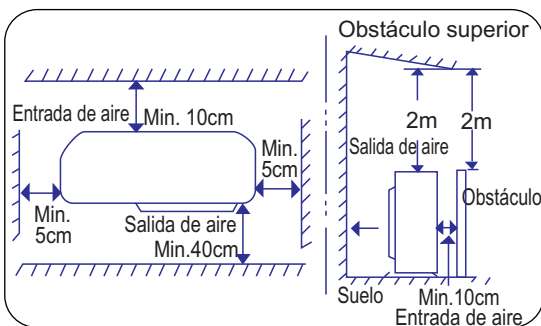

Imagen 7.1
- Contar con el espacio deseado para la entrada y salida del aire y para el mantenimiento. (Imagen 7.1)